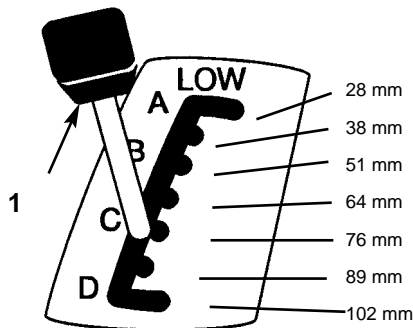

Figure 5
2. Tirer et amener la commande de hauteur de coupe (relevage de l'unité de coupe) à la position désirée (Fig. 5).